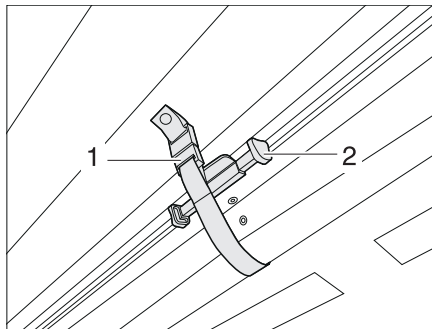

Bild 13 Säkra plisségardinen för vindrutan
- Skjut upp plisségardinen för vindrutan med hjälp av handtaget (Bild 13,2) tills den snäpper fast. Säkra med bandet (Bild 13,1). Plisségardinen är säkrad.